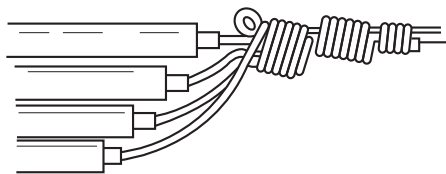

图 7-26 多根导线与钢丝引线的绑扎
(4) 在穿线过程中，如果线管弯头较多或线路较长，穿线发生困难，则可使用滑石粉等润滑材料来减小导线与管壁的摩擦，便于穿线。
(5) 如果有多根导线穿管，为防止缠绕处外径过大在管内被卡住，则应将导线端部剥出线芯，斜错排开，与引线钢丝一端缠绕接好，然后再拉入管内，如图 7-26 所示。